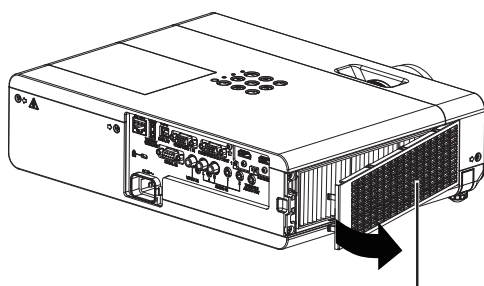

Fig. 1
1) Quite la cubierta de filtro de aire. (Fig. 1)